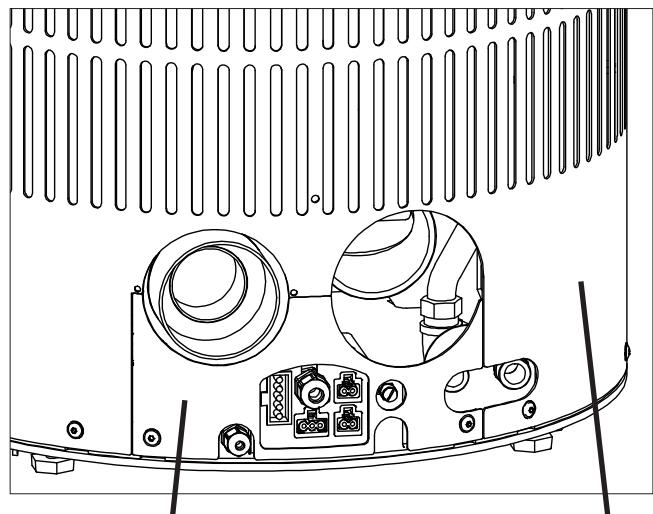

Fig.2a Blende untere Rückwand
- Untere Rückwand und Blende demontieren (Fig.2a).